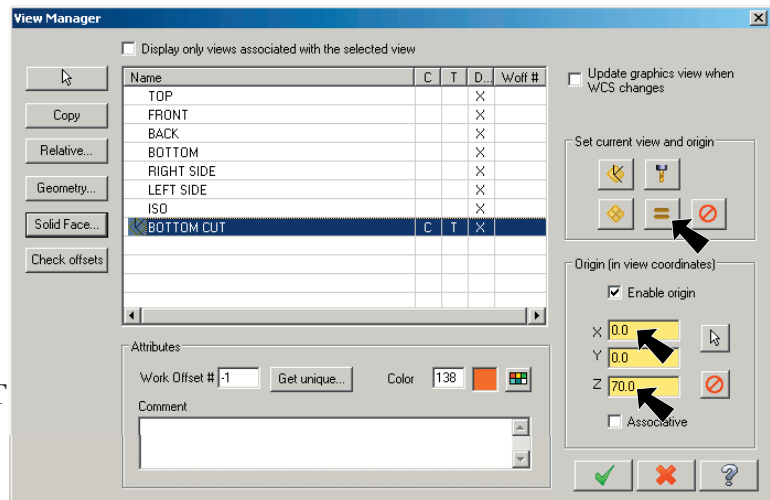

Fig. 56
Origin Z to 70, Fig. 56.
Step 10. Click the **Set All** button , **Fig. 56**.
Step 11. Click OK , **Fig. 56**